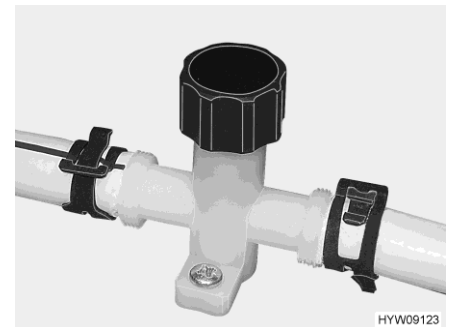

Fig. 121 Robinet de vidange (conduite d'eau)
- Fermer les robinets de vidange. Tourner pour cela le capuchon du robinet de vidange (Fig. 121) dans le sens des aiguilles d'une montre.